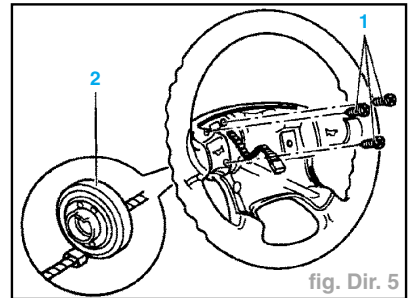

fig. Dir. 5
- Dévisser les vis Torx (1) et retirer l'anneau de rappel avec bague collectrice (2) du volant de direction (fig. Dir. 5).